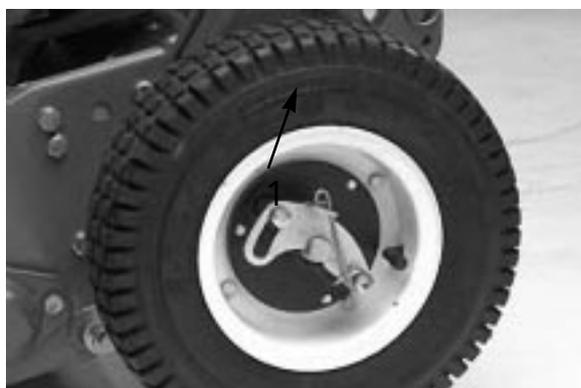

図 5
5. アクスルの露出部にネバーシーズを塗り、タイヤを取り付ける（図5）。
6. ロッキング・クリップを開き、タイヤを更に奥に押し込む（図5）。